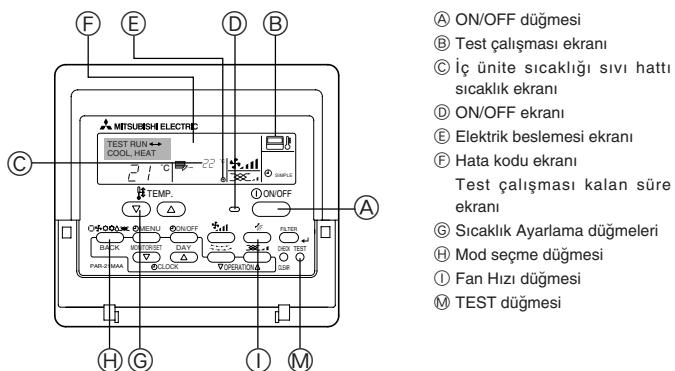

Fig. 8-1
8.2. Çalışma testi (Kablolu uzaktan kumanda kullanarak) (Fig. 8-1)
- ① Elektrik şalterlerini çalışma denemesinden en az 12 saat önce açın.
- ② [TEST] düğmesine iki kere basın. → "TEST RUN" LCD ekranı
- ③ [Mode selection] (mod seçimi) düğmesine basın. → Dışarıya hava üflendiğinden emin olun.
- ④ [Mode selection] (mod seçimi) düğmesine basın ve soğutma (ya da ısıtma) moduna geçin. → Dışarıya soğuk (veya sıcak) hava üflendiğinden emin olun.
- ⑤ [Fan speed] (rüzgar hızı) düğmesine basın. → Rüzgar hızının devreye girdiğinden emin olun.
- ⑥ Dış ünite fanının çalışmasını kontrol edin.
- ⑦ [ON/OFF] (açma/kapatma) düğmesine basarak çalışma denemesini kaldırın. → Durdur
- ⑧ Bir telefon numarası kaydedin.